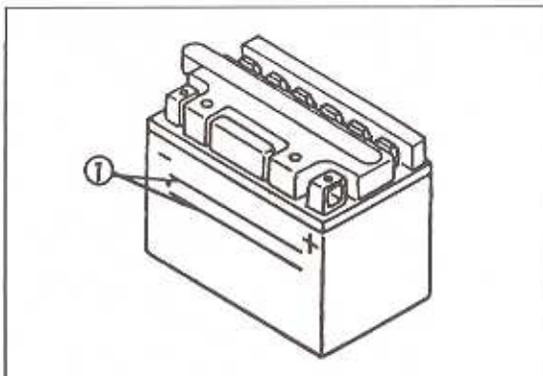

Bild 278
- Das Niveau in den Batteriezellen mit destilliertem Wasser auf das untere Sollniveau bringen (Bild 278).